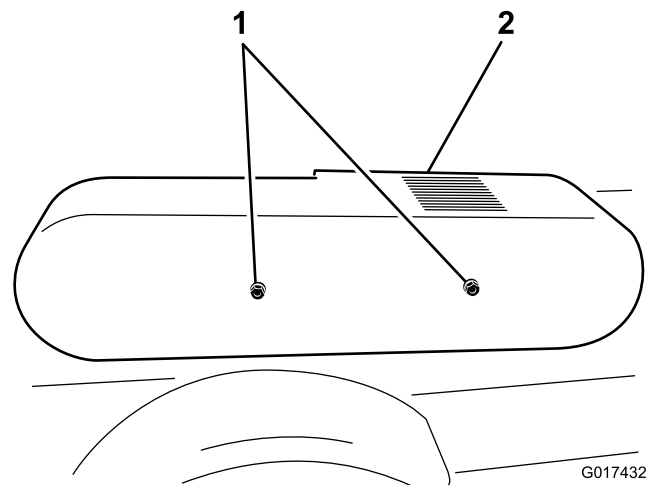

Figura 17
2. Retire el protector de la correa (Figura 17).